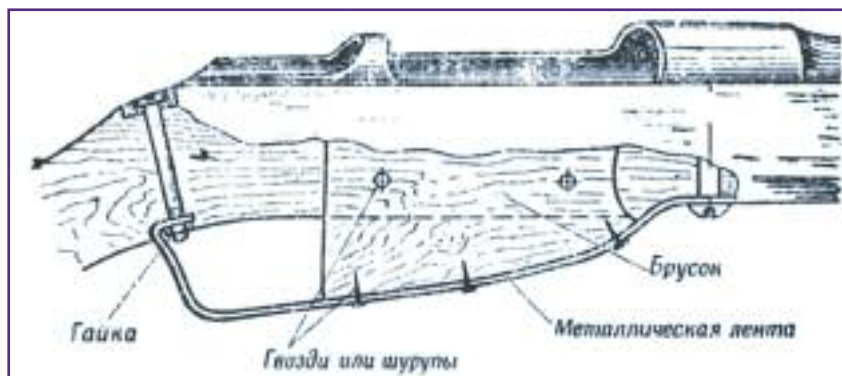

Рис. 36. Замена магазинной коробки брусом
1. Снимается затвор и спусковой крючок. Магазинная коробка заменяется деревянным брусом, который укрепляется дюралевого или стальной лентой (рис. 36). На хвостовой винт снизу подкладывается шайба и заворачивается гайка. Чтобы гайка не отвертывалась, резьба на болте и гайке забивается с помощью зубила. Под винт упора также подкладывается шайба.